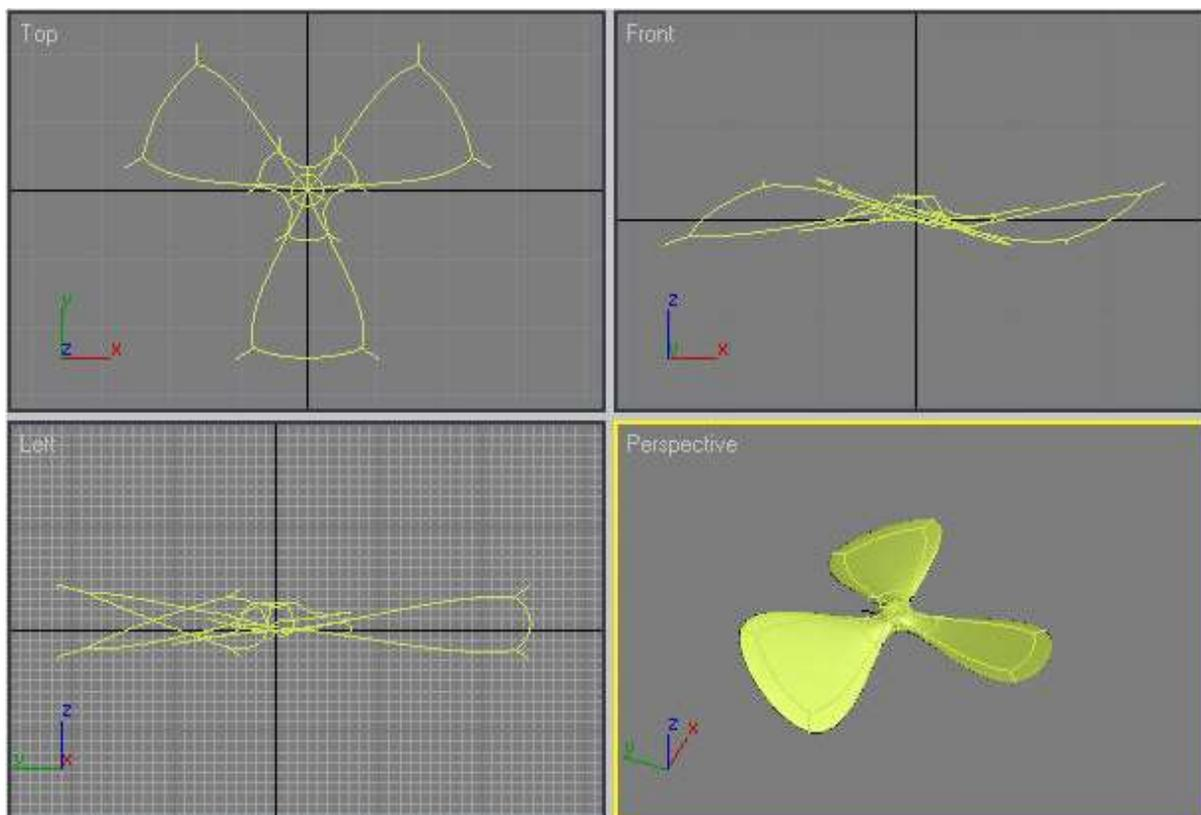

Рис. 19 – Готовая модель лопастей вентилятора
9. Теперь повернем лопасти. Перейдите в окно проекции Perspective (Перспектива) и выделите по одной паре управляющих точек модификатора **MeshSmooth** (Сглаживание) с правой стороны каждой лопасти. Используя инструмент **Move** (Перемещение), переместите точки вверх по оси Z. В результате этой операции каждая лопасть будет иметь приподнятый край. Выполните команду **Edit** → **Select Invert** (Правка → **Инвертировать выделение**). После этого выделенными станут все точки, которые до этого были не выделены. Поскольку нас интересуют только крайние точки возле лопастей, необходимо снять выделение с центральных управляющих точек модификатора MeshSmooth (Сглаживание). Это можно сделать, выделяя центральные точки, удерживая при этом нажатой клавишу Alt. Используя инструмент **Move** (Перемещение), передвиньте выделенные точки вниз по оси Z. В результате этой операции каждая лопасть будет иметь приподнятый и опущенный край (рис. 19).